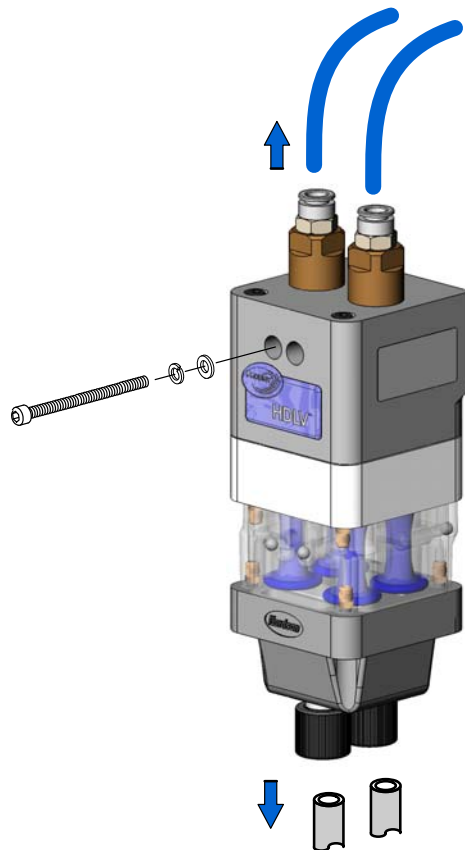

Figura 6-4 Preparación para el desmontaje
1. Ver la figura 6-4. Desconectar las líneas de aire de purga desde la parte superior de la bomba.